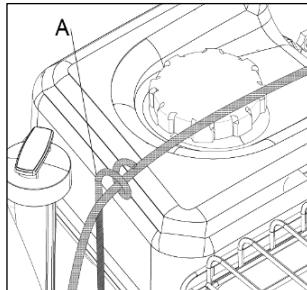

Рис. 9
- Закрепите торс в направляющей (Рис. 9, А).